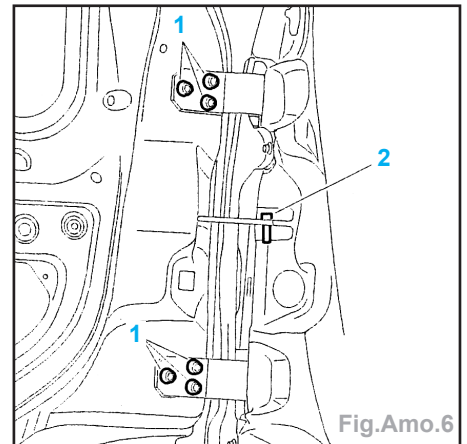

Fig.Amo.6
- Déposer la goupille (2) (Fig.Amo.6).
- Déposer les 6 vis (1).